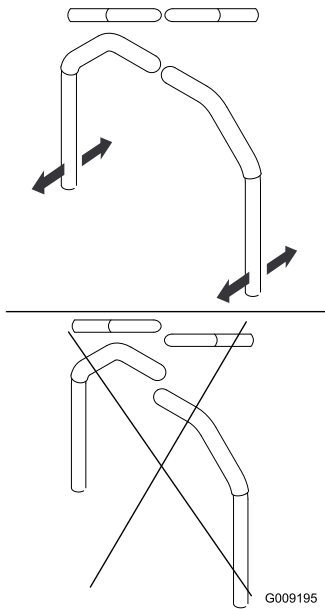

Figura 83
4. Alinee las palancas en el sentido adelante/atrás acercándolas a la posición de PUNTO MUERTO, y moviéndolas hasta que estén alineadas; luego apriete los pernos (Figura 83).